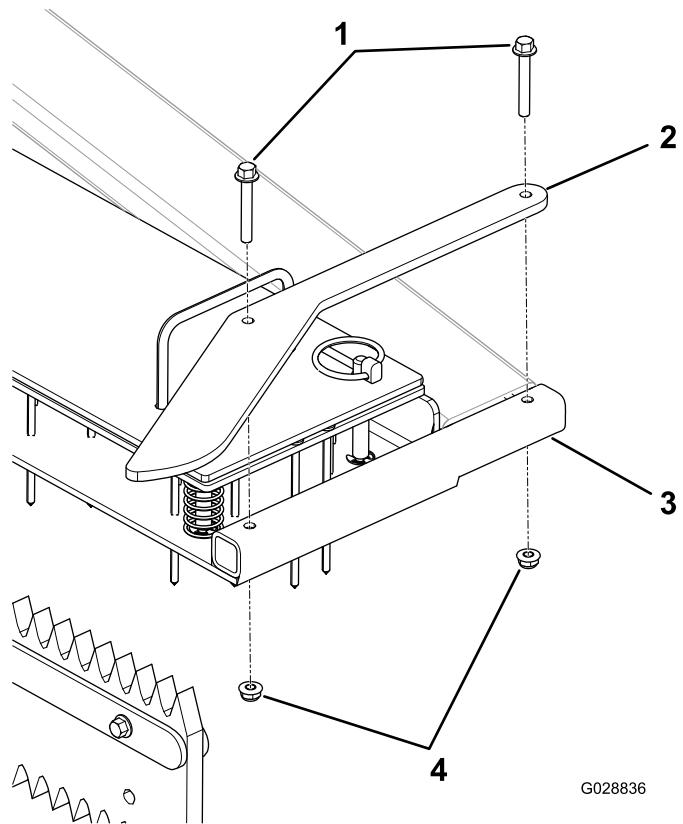

Figure 10
1. Alignez les trous d'un déflecteur latéral et les trous dans le côté du cadre du scarificateur traîné, comme montré à la Figure 10.
2. Fixez le déflecteur latéral à l'aide de 2 vis et 2 contre-écrous (Figure 10).